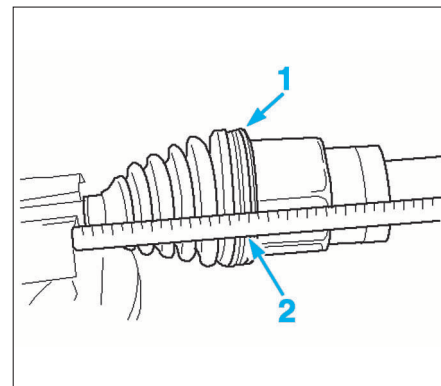

FIG. 6
- Pousser la tulipe (1) sur le tripode jusqu'en butée puis la ramener de 20 mm (2) (Fig.6).